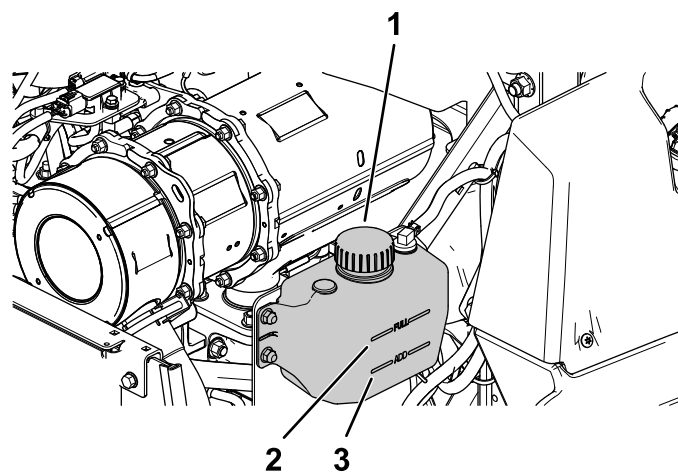

Рисунок 52
4. Проверьте уровень охлаждающей жидкости в расширительном бачке (**Рисунок 52**).
5. Если уровень охлаждающей жидкости низкий, снимите крышку расширительного бачка и долейте жидкость указанного типа (**Рисунок 52**).